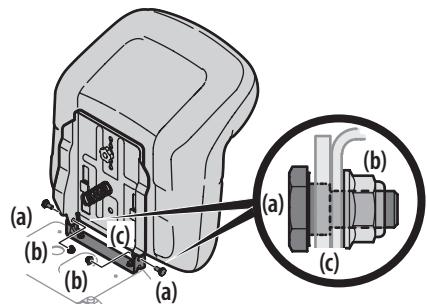

Figure 9
6. Fixez l'ensemble du siège avec les deux boulons à épaulement (a) et les contre-écrous (b) retirées précédemment. Voir la Figure 9.
REMARQUE : Assurez-vous que l'épaulement du boulon est entièrement encastré dans le support du siège avant de serrer le contre-écrou. Vea la Figure 9.